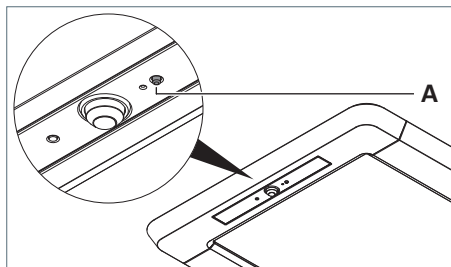
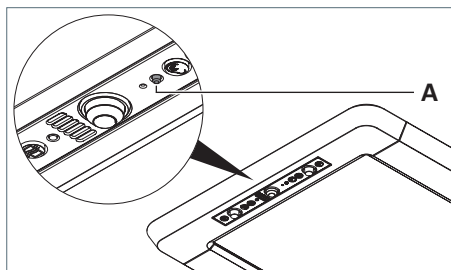

Fig. 31: Esecuzione del reset, versione R.
Fig. 32: Esecuzione del reset, versione RX.
- Premere il tasto **A**, mantenerlo premuto e ricollegare l'apparecchio all'alimentazione, vedere Fig. 31 e vedere Fig. 32.